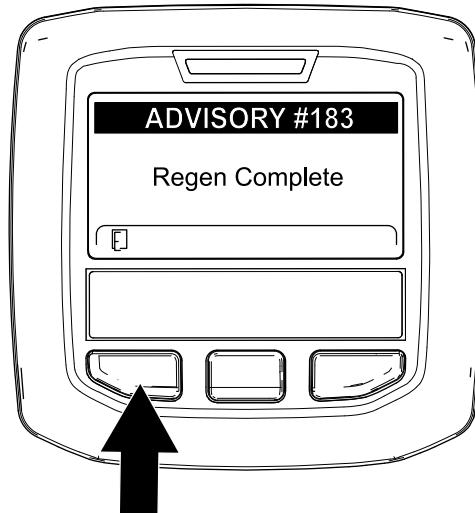

Figura 71
9. Quando o computador do motor conclui uma regeneração em estacionamento ou de recuperação, o InfoCenter apresenta o Aviso N.º 183 (Figura 71). Prima o botão esquerdo para sair para o ecrã inicial.
Nota: Se a regeneração não for concluída, o InfoCenter apresenta o Aviso n.º 184 (Figura 71). Prima o botão esquerdo para sair para o ecrã inicial.